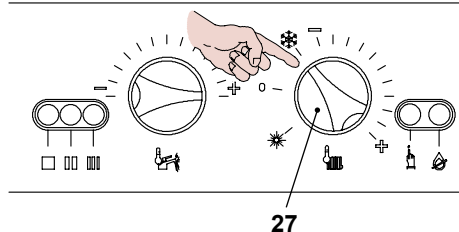

Figura 9.22
- Quindi riposizionarlo in richiesta Riscaldamento/sanitario Figura 9.22